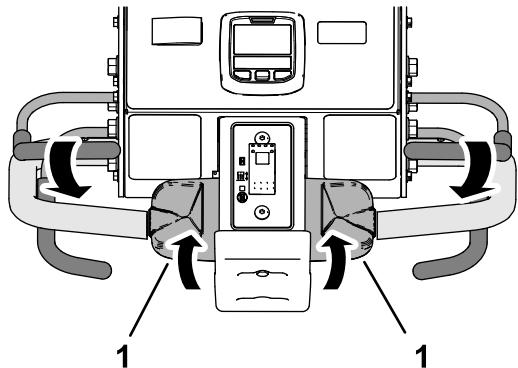

图 97
- 抓住手把的操作员到位把手向后缓慢旋转牵引控制装置的顶部图 97。